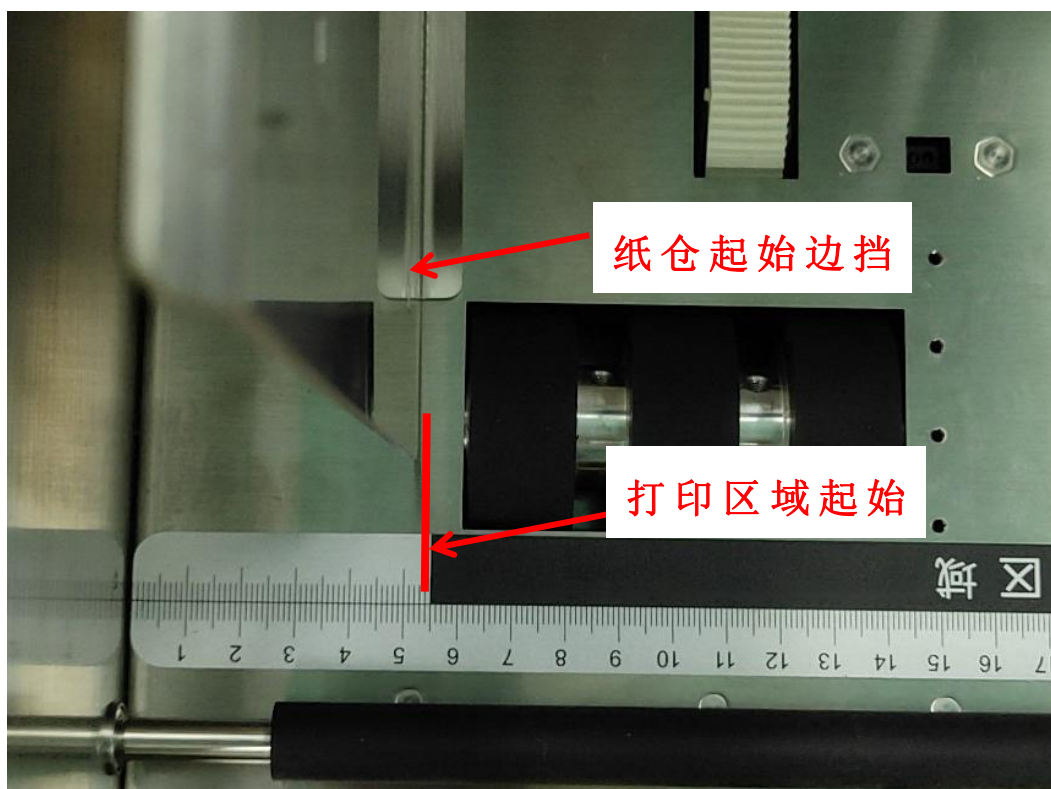

图 4.2.1
- (2) 如果 A3 纸右边距线在打印区域内,那么 A3 打印纸的纸仓起始边挡板起点应设在打印区域起始边 5.5cm 刻度处如图 4.2.1 所示，打印属性高级设置中的“打印头偏移（列）”数值为 0，即可获得预览打印效果。
- (3) 如果 A3 纸右边距线在打印区域外,那么 A3 打印纸的纸仓起始边挡板起点应设在打印区域起始边 **5.5cm-Xmm** 刻度处,打印属性高级设置中的“打印头偏移(列)”数值为 **150+X**,即可获得预览打印效果。
- (4) **注意** Word 中 A3 文档边距最小不能低于 2.5cm,因为机器实际可打印区域为 25cm,即所有文档需要打印的宽度不能超过 25cm。
A4 纸仓起始边挡板起点应设在打印区域起始边 5.5cm 刻度处如图 4.2.1 所示,打印属性高级设置中的“打印头偏移(列)”数值为 0,即可获得预览打印效果。